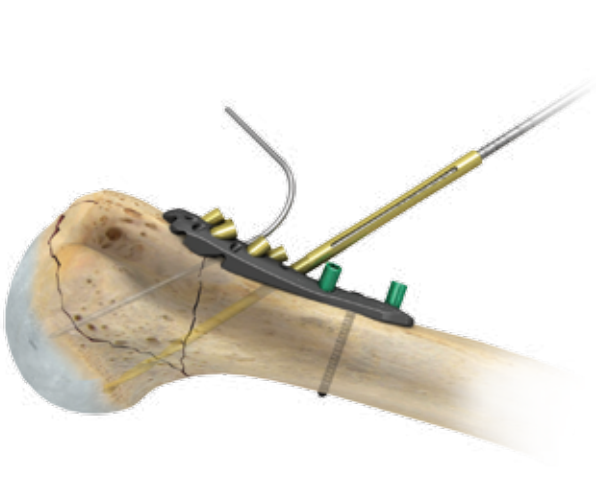

Figura 20
- Antes de retirar la Broca de 3,2 mm, deslice el manguito de broca sobre el Inserto de Guía F.A.S.T. (Figura 20)
- Haga avanzar la broca por el Inserto de Guía F.A.S.T., y deténgase cuando perciba resistencia del hueso subcondral (Figura 20).